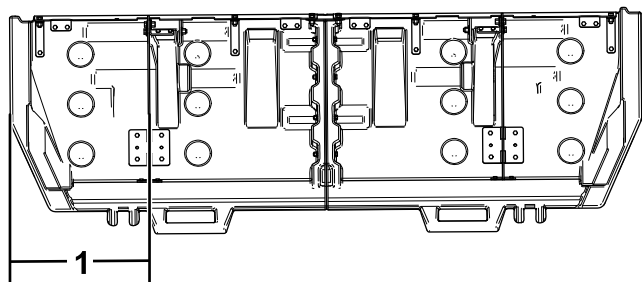

Bild 13
1. Messen Sie den Abstand von der Schiene bis zur Kante der Abdeckung (Bild 13).